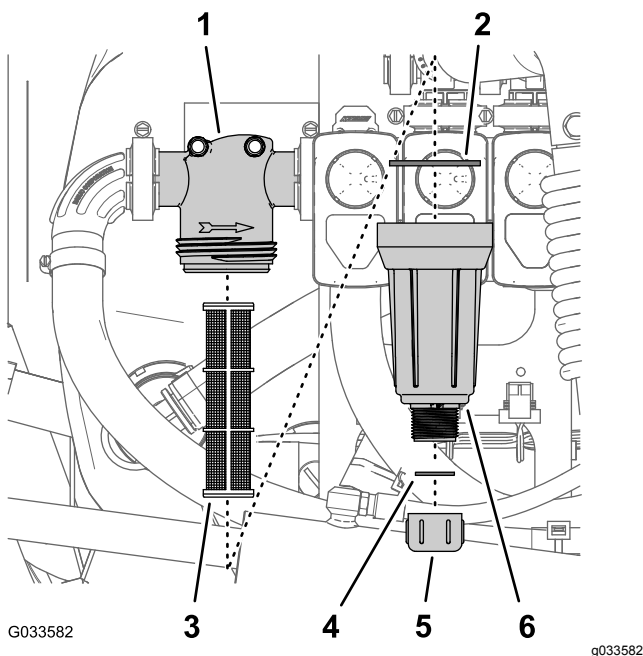

Figura 97
2. Alinhe um recipiente de escoamento debaixo do filtro de pressão (Figura 97).
3. Rode a tampa de drenagem no sentido contrário ao dos ponteiros do relógio e retire-a do recipiente do filtro de pressão (Figura 97).
4. Rode o recipiente no sentido contrário ao dos ponteiros do relógio e retire a cabeça do filtro (Figura 97).
5. Retire o elemento do filtro de pressão (Figura 97).
7. Verifique a junta do tampão de drenagem (localizado no interior do recipiente) e junta do recipiente (localizado no interior da cabeça do filtro) e veja se há danos e desgaste (Figura 97).
8. Instale o elemento do filtro de pressão na cabeça do filtro (Figura 97).
9. Instale o recipiente na cabeça do filtro apertando à mão (Figura 97).
10. Enrosque a tampa de drenagem na união na parte inferior do recipiente e aperte bem a tampa à mão (Figura 97).